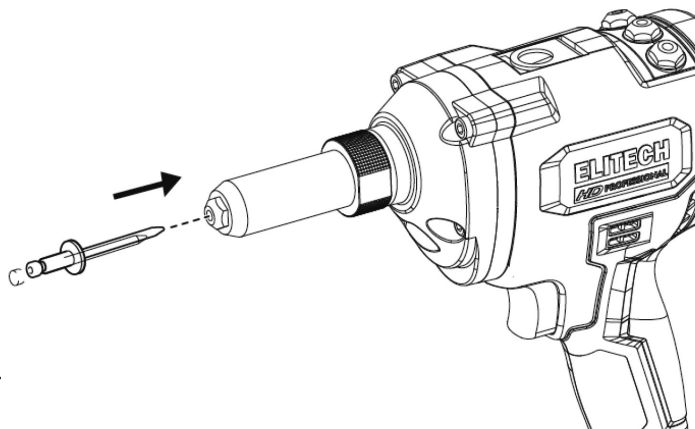

Рис. 7
- Вставьте стержень заклепки полностью до упора в наконечник (рис. 7).